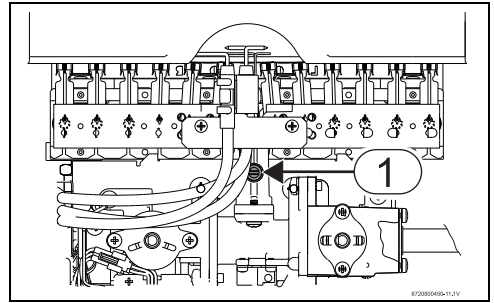

Fig. 14 Boquilla de medición para presión de toberas
- ▶ Aflojar tornillo para juntas (fig. 14, [1]).